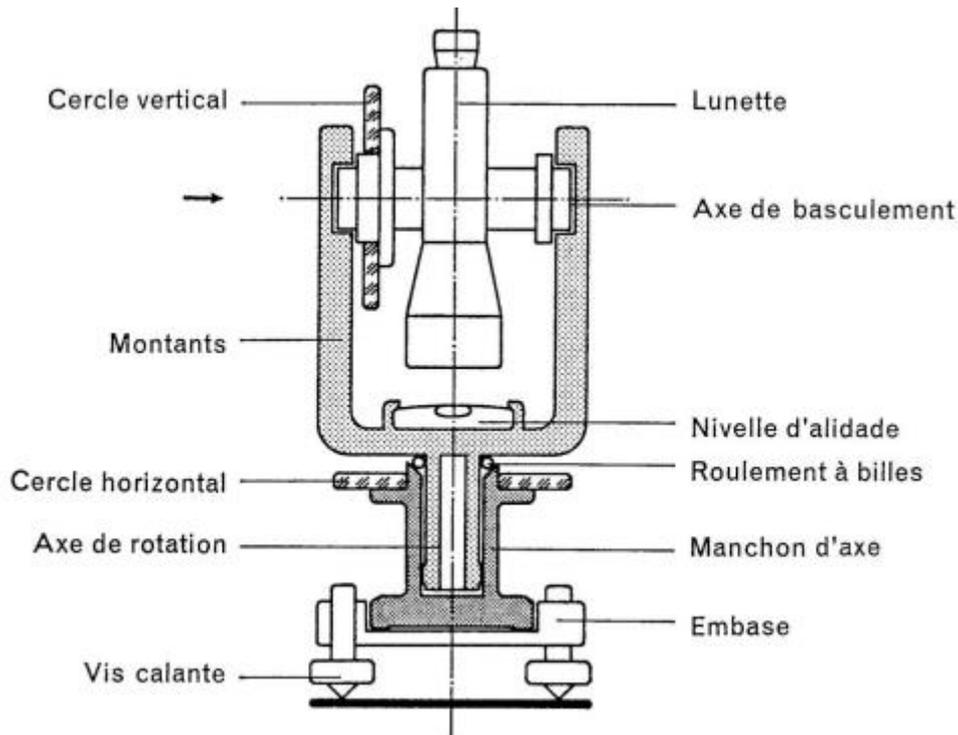

Figure 1
La figure 1 schématise les principales parties d'un théodolite
**L'alidade**, (figure 1) pivote autour de l'axe principal. Elle supporte l'axe secondaire autour duquel bascule la lunette au moyen de deux montants.
**La lunette topographique** (figure 1) bascule autour de cet axe secondaire, également appelé axe de basculement. Le cercle vertical est solidaire de la lunette. Il tourne donc avec celle-ci.